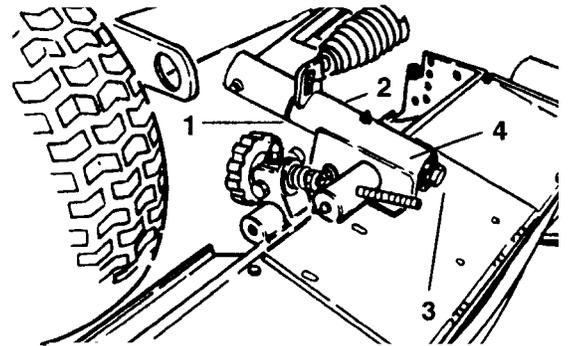

Figure 45
- Eine Druckscheibe auf die Hubarmgelenkstange aufziehen (Bild 45).